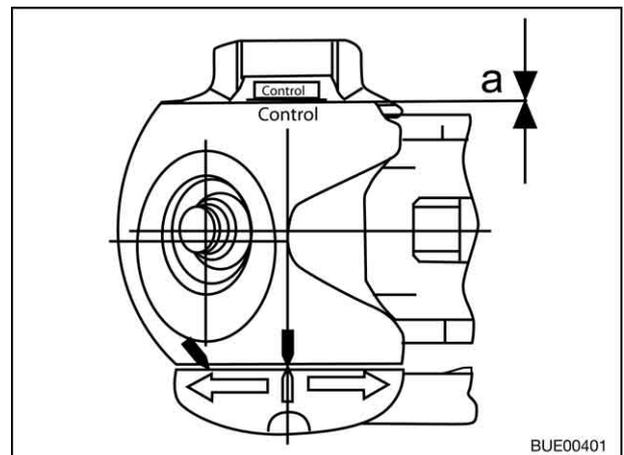

Bild 186 Verschleißkontrolle
- Abstand $a = 0$ (Bild 186): Reibbeläge kontrollieren und ggf. austauschen.